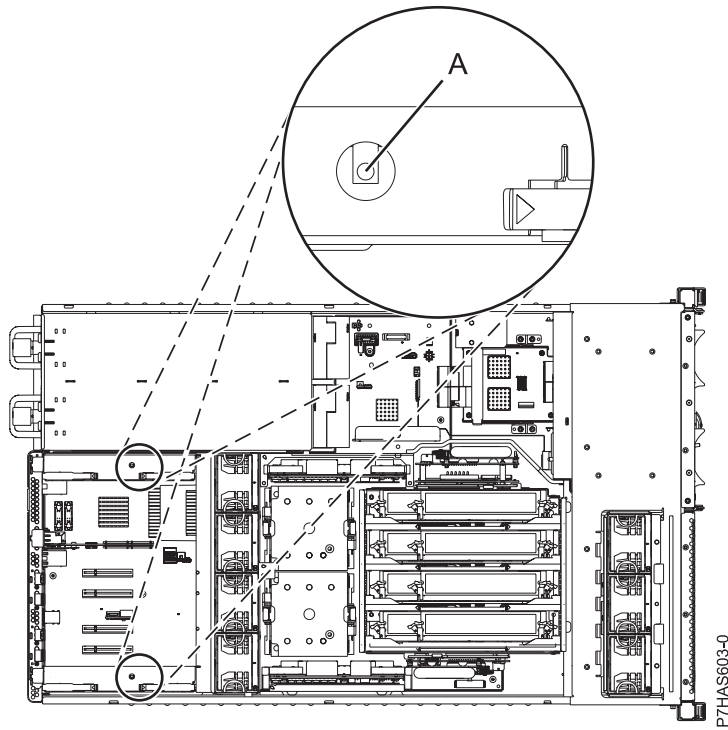

Figure 4. Voyants de l'adaptateur GX
- La figure 4, à la page 6 représente les voyants (A) associés aux adaptateurs GX.